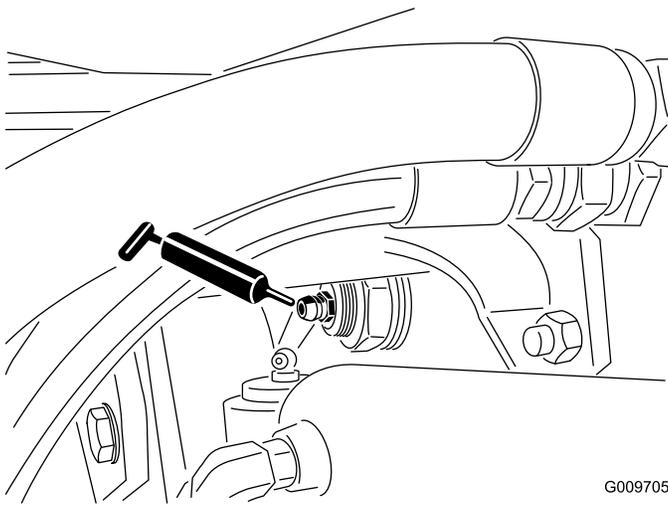

Figura 48
- Boccole orientabili (2) del ponte posteriore (Figura 48)